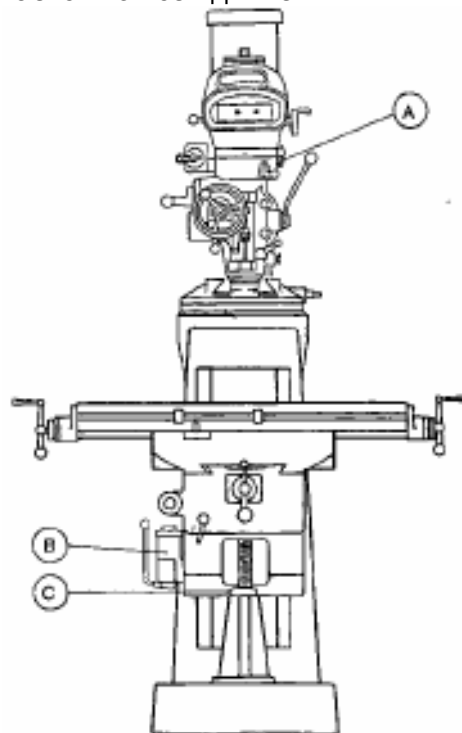

Рис.9
- ходовой винт для перемещения стола по вертикали (С, Рис. 9).
Наполнить масленку (А, Рис.9) маслом.
При необходимости доливать масло в резервуар для масла (В, Рис. 9).